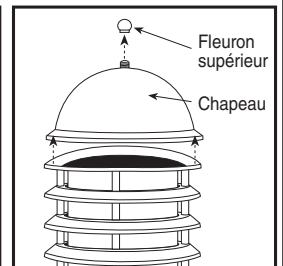

Figure 6
- Si l'applique est à gros volets, dévisser le fleuron supérieur, enlever le chapeau et insérer l'ampoule. Refixer le chapeau au moyen du fleuron supérieur (voir la figure 6).